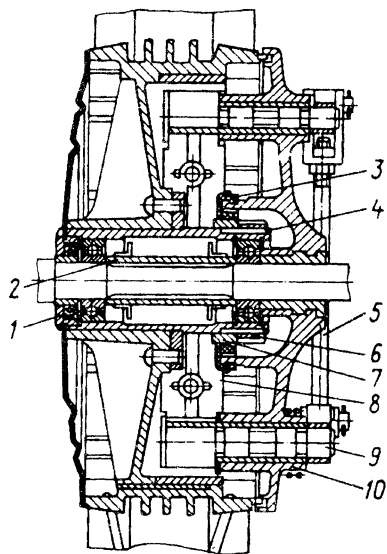

Рис. 4.7. Переднее колесо с тормозным барабаном:
- снять со ступицы колеса тормозной барабан 10 (рис. 4.7);